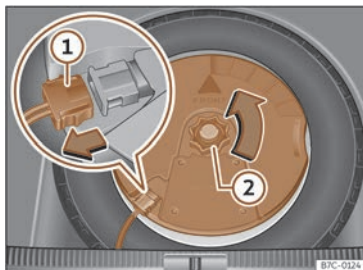

Fig. 209 Al maletser: desmuntar el subwoofer.
- Desconnecteu el cable de l'altaveu subwoofer» fig. 209 ①.
- Gireu la rodeta de fixació en sentit contrari a les agulles del rellotge» fig. 209 ②.